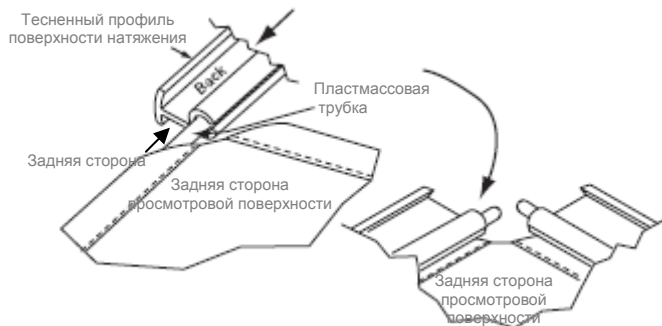

Рис. 7
3. **Аккуратно** продвиньте тесненный профиль поверхности натяжения (видны скругленные края) вдоль подогнутого края и по поверхности на всех 4 границах полотна (см. рис. 7). **Предупреждение:** Не допускайте, чтобы полотно зацепилось за край тесненного профиля, иначе оно может порваться и образуется дырка.